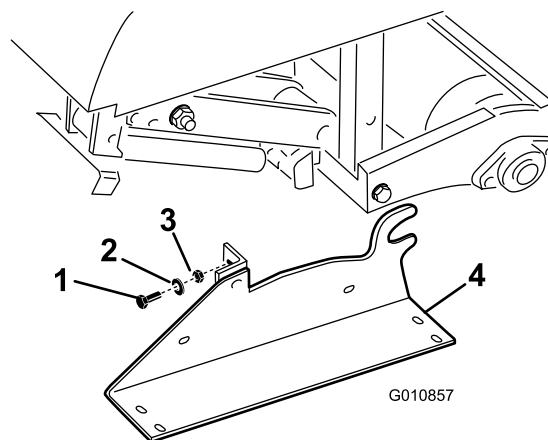

Figura 33
2. Rimuovete i bulloni, le rondelle di bloccaggio e i dadi che fissano i supporti di rimessaggio sulle estremità dell'arieggiatore (Figura 33).